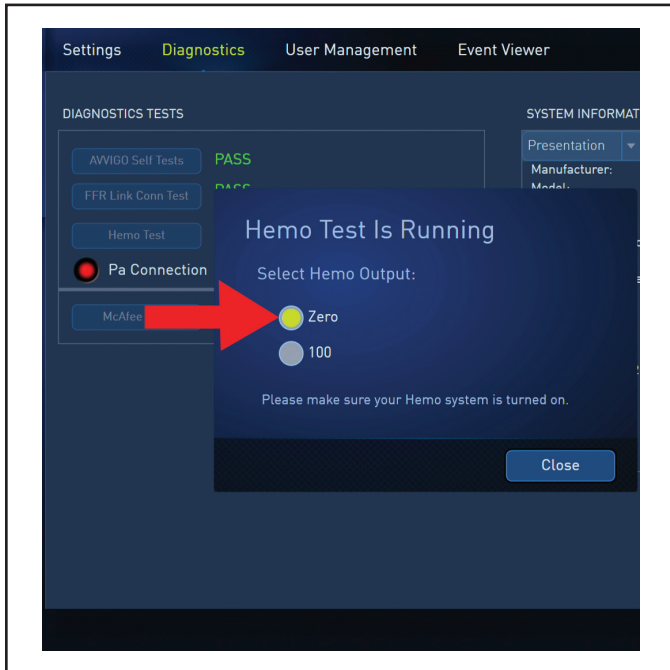

Figura 108. Pantalla Hemo Test Zero (Prueba hemo cero)
9.5 **Zero P1** (Cero P1) en su sistema HEMO (Figura 108).